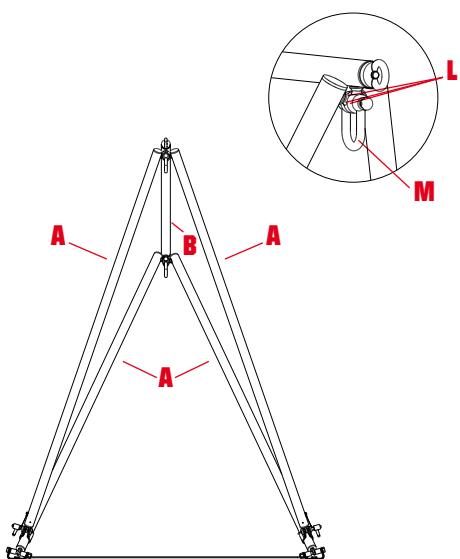

fig. 3
b) Conecte la barra superior (B) a las barras laterales (A), introduzca en los ojales de conexión (L) los grilletes (M) - (fig. 3).